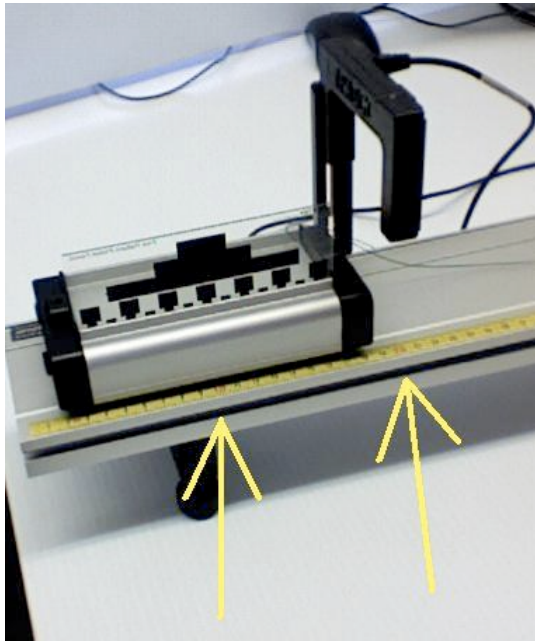

Figure 10. Chariot et photomètre à la première position initiale.
9. Vous êtes maintenant prêts à prendre vos mesures. Quand vous laisserez tomber la masse attachée à la ficelle, elle entraînera le chariot et la durée du passage du drapeau devant le photomètre sera enregistré par l'ordinateur. Essentiellement, vous mesurerez ainsi la vitesse du chariot à différentes positions (avec *trois* mesures pour chaque position!), et utiliserez ces données avec l'équation (4) pour trouver g_{exp} .
10. Installez le chariot à l'extrémité gauche de la voie et attachez y la ficelle reliée à l'autre bout à la petite masse fournie m_m (10 ou 20 grammes). Tel qu'illustré à la Figure 10, la première série de lectures est prise avec le *centre du chariot* aligné initialement avec la position 10 cm et le *photomètre* aligné avec la position 20 cm. Notez l'erreur sur ces positions.
11. Comme le photomètre se trouve à 10 cm de la position initiale du chariot (Figure 10), la durée lue par le photomètre vous donnera donc la vitesse du système chariot-bloc après un déplacement de 10 cm.